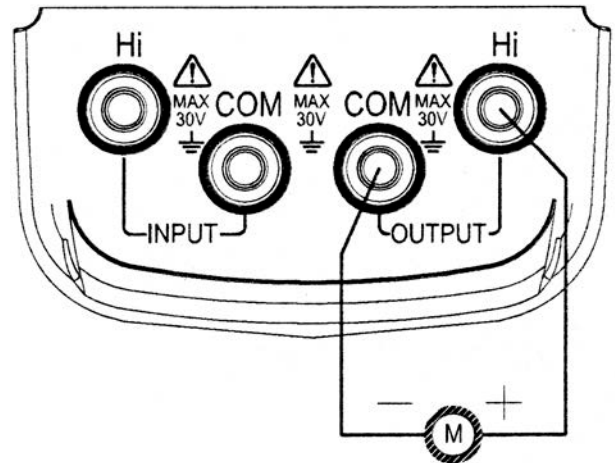

Abbildung 5-1
- 1. Stecken Sie ein Ende der Messleitung in den Ausgangsanschluss des Gerätes und schließen Sie das andere Ende an den Eingangsanschluss des Prüflings an. Siehe Abbildung 5-1.